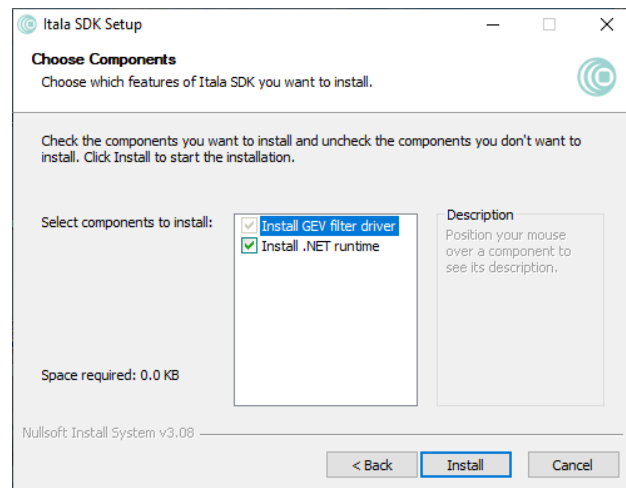

Figure 25: 组件选择窗口。
5. 选择需要安装的组件（Fig.25）。如果仅安装 filter driver，可跳过第6步。